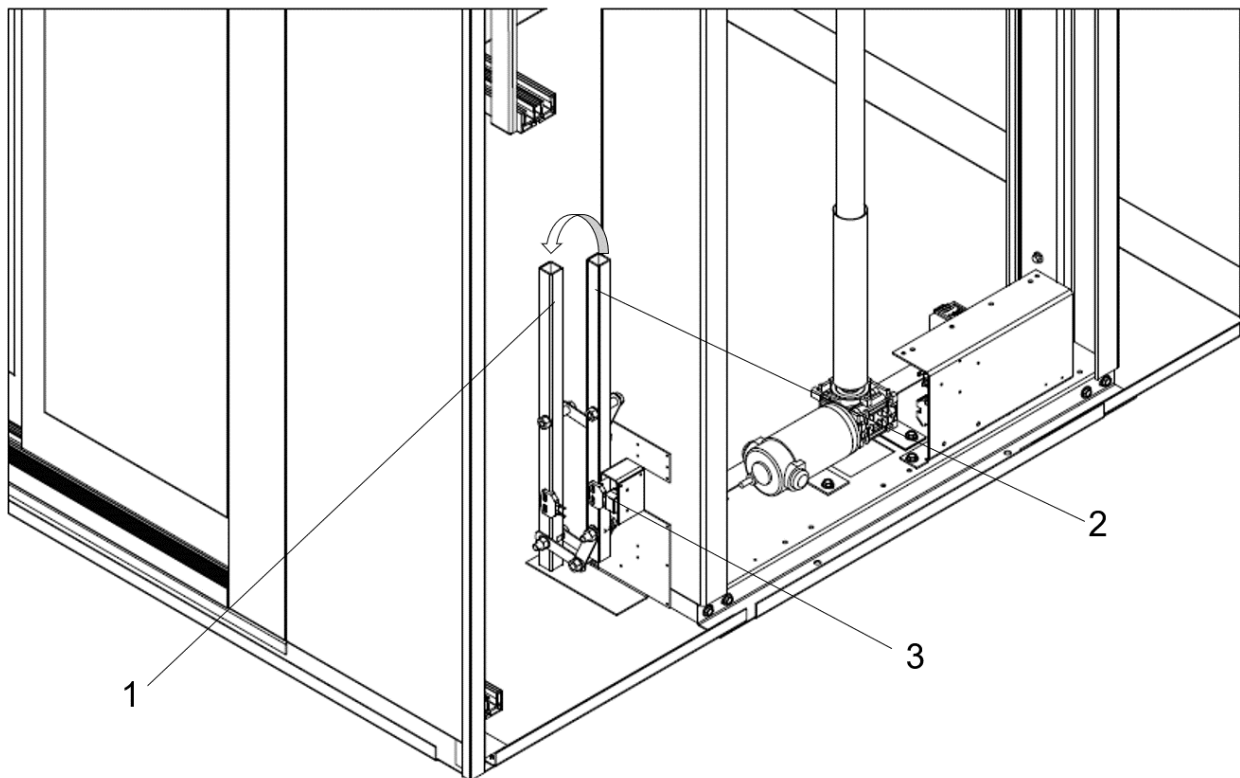

Fig. 2 Användning av säkerhetsstöttan i gropen
3. Fäll ut säkerhetsstöttan för hand och se till att den är i korrekt läge (1), se Fig. 2. Dörren är upplåst och
När arbetet är utfört, fäll in stöttan (2), se Fig. 2, stäng dörren och återställ hissens säkerhetssystem. Se avsnitt 5.1 Ur-drift-funktion och återställning.